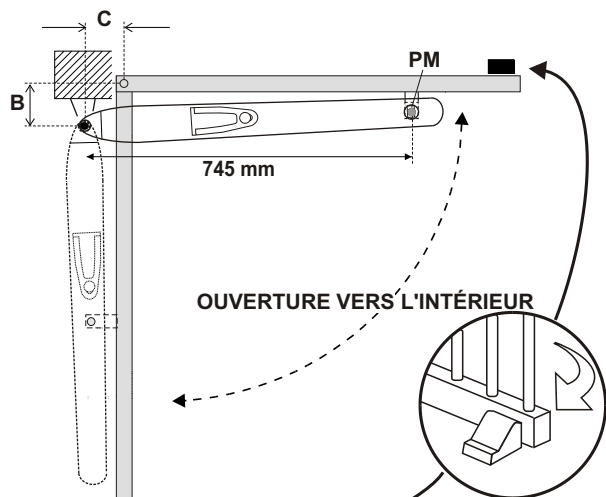
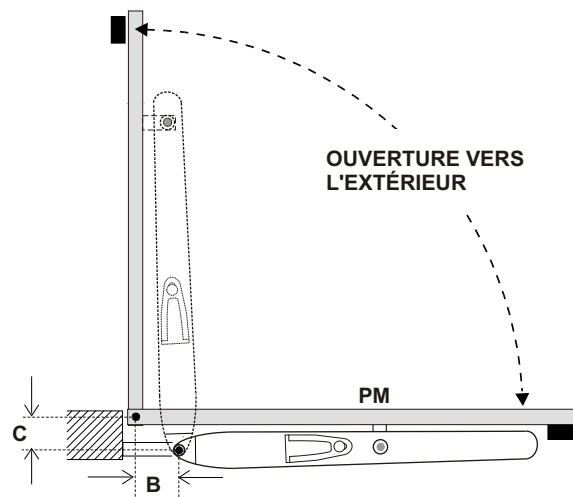

Fig. 4
Fig. 5
5) Sélectionner l'angle d'ouverture et calculer les dimensions B, C, -Fig. 4, Fig. 5 et tableau- pour le positionnement des brides. Il est conseillé de respecter les valeurs grisées. Les brides peuvent être adaptées aux exigences de montage conformément aux dimensions B et C.